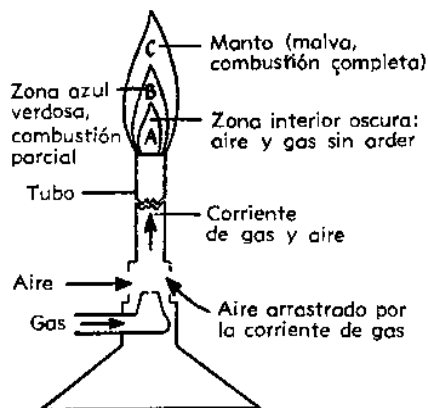

Fig. 2. MECHERO BUNSEN
4. Humedece el asa en el ácido clorhídrico que vayas a utilizar para lavar, colócalo en la zona oxidante de la flama del mechero (esta debe ser lo más azul posible), si observas que no se presenta cambio en la coloración de la flama vuelve a humedecer el asa con el ácido clorhídrico del otro tubo, ponlo en contacto con los cristales de alguna de las sales para que se adhieran a él (deja el cloruro de sodio para el final). Coloca el asa en la zona reductora de la flama del mechero en su parte exterior (Fig. 2), observa la coloración a simple vista y a través del vidrio de cobalto. Anota tus resultados.